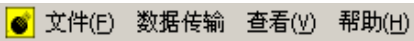

图 6-8
- 1 菜单栏：由 4 个下拉菜单项组成，如图 6-8 所示。单击每个菜单项都会出现一个下拉菜单，各对应一组功能。这 4 个菜单项的子菜单项包含了本软件的全部功能。当某些菜单项呈置灰状态时表示当前状态下此功能无效。